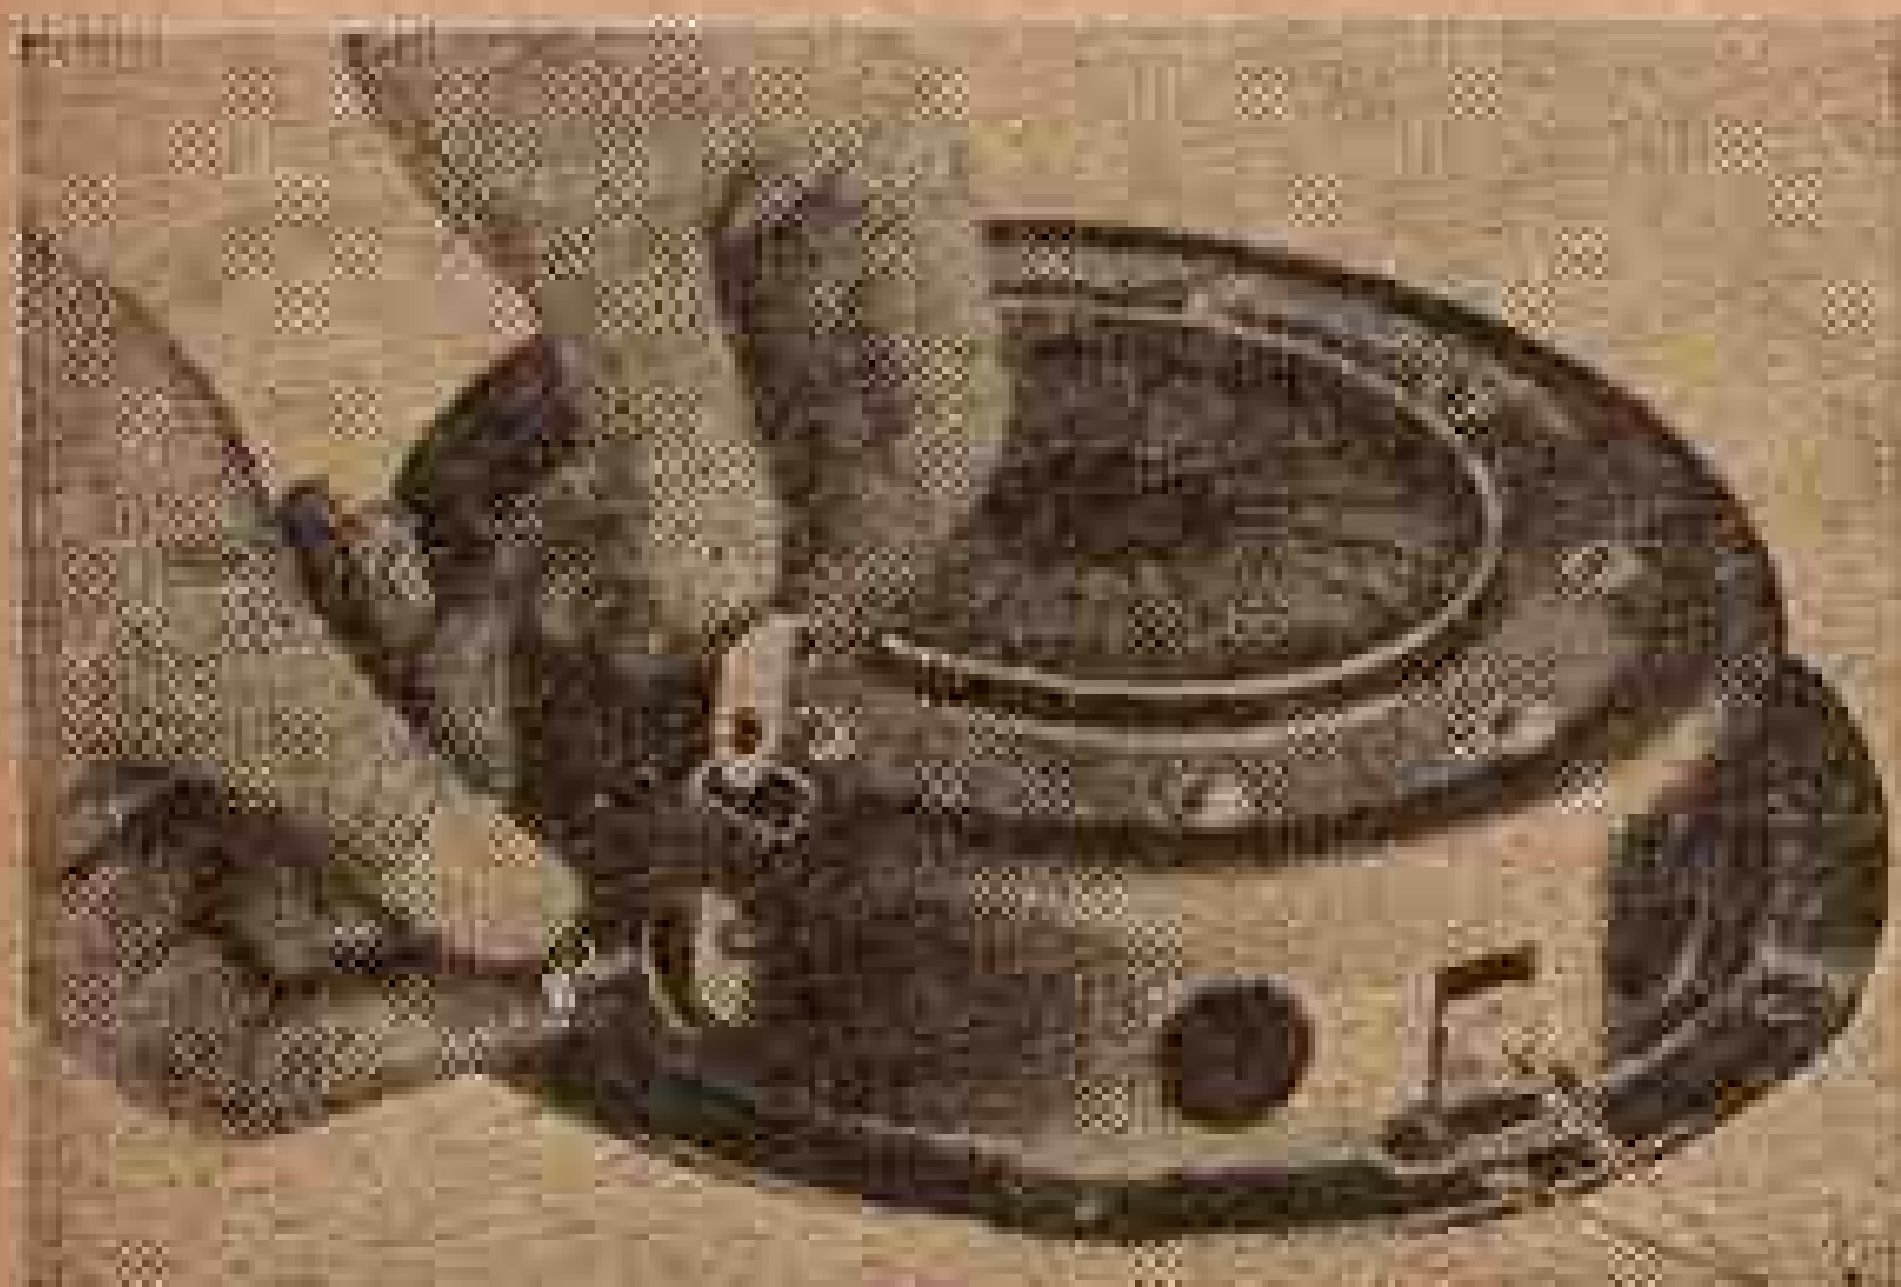

Fig. 389 — Remoção ou recolocação das molas retráteis da placa de pressão.
b) — Desmontagem da embreagem do tipo de mola-diafragma — Nos últimos tipos de embreagem de mola-diafragma (fig. 380) a única desmontagem que pode ser feita consiste na remoção das molas retráteis da placa de pressão (fig. 389) de modo que a placa de pressão e a cobertura possam ser separadas.